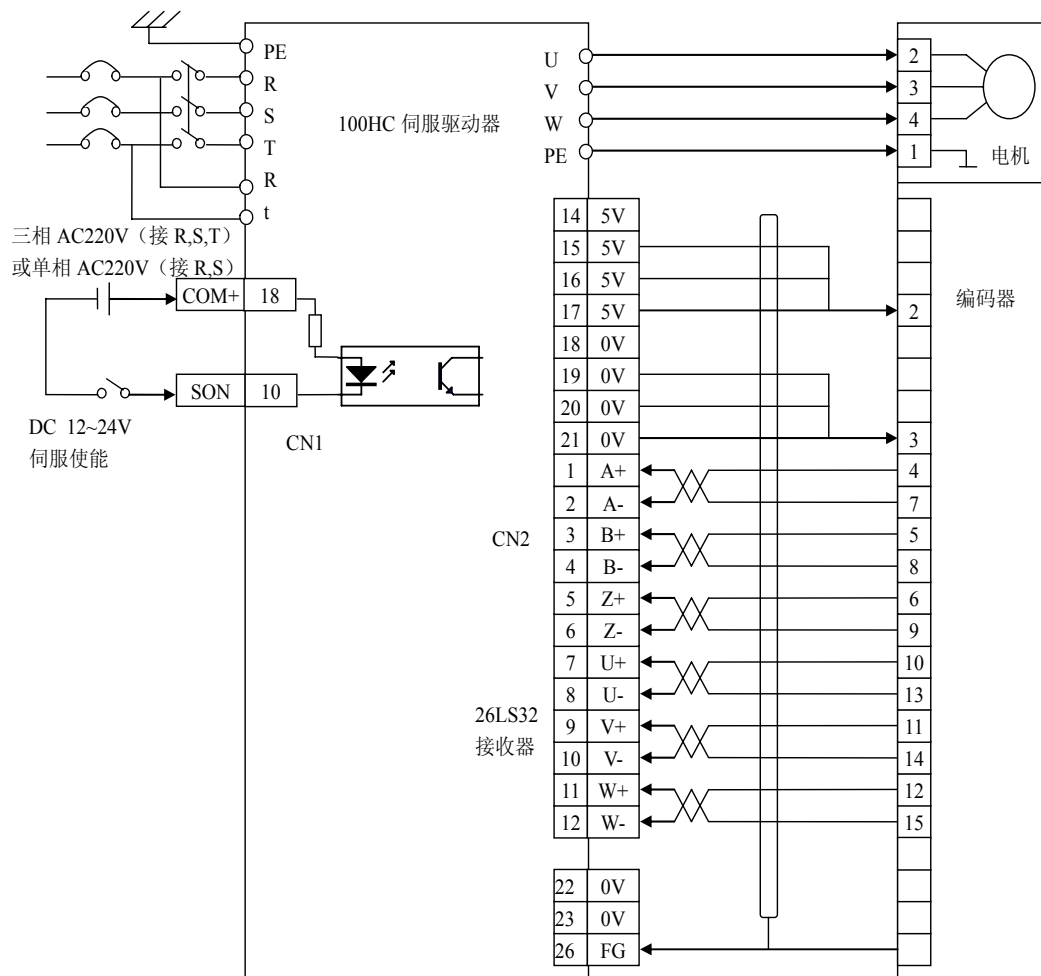

图7.6 试运行接线图
- ① 电机空载，电机轴上不要加负载；
- ② 由于电机加减速有冲击，必须固定电机。
2、接线按图 7.6 接线
- ① 主电路端子，三相 AC 220V，接 R、S、T 端子，单相 AC 220V，接 R、S 端子；
- ② 控制电压端子 r、t 接单相 AC 220V；
- ③ 编码器信号接插件 CN2 与伺服电机连接好；
- ④ 控制信号接插件 CN1 按图示连接；
①接通控制电路电源(主电路电源暂时不接)，驱动器的显示器点亮，如果有报警出现，请检查连线。
- ②接通主电路电源，POWER 指示灯点亮。
③按下表设置参数值